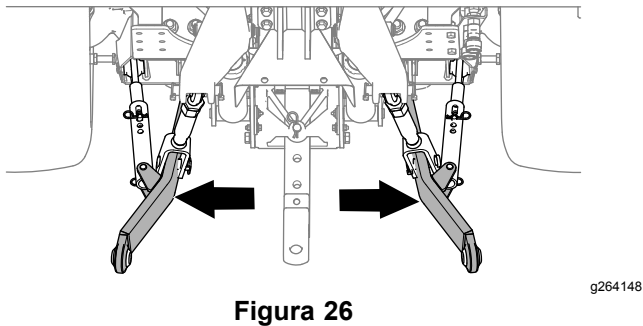

Figura 26
4. Ajuste os bra os do estabilizador (**Figura 26**) totalmente para fora; consulte o *Manual do utilizador* da m quina de reboque.